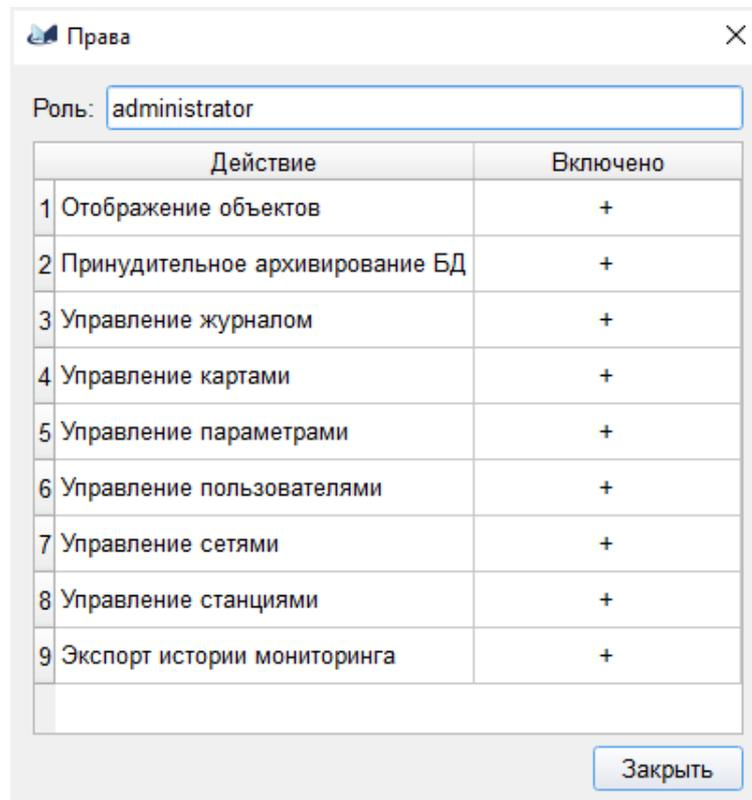

Рис. 8
3.4.5.1. В диалоговом окне просмотра прав роли можно выяснить основную информацию о доступных действиях, разрешенных для выбранной роли, как показано на рис. 8.